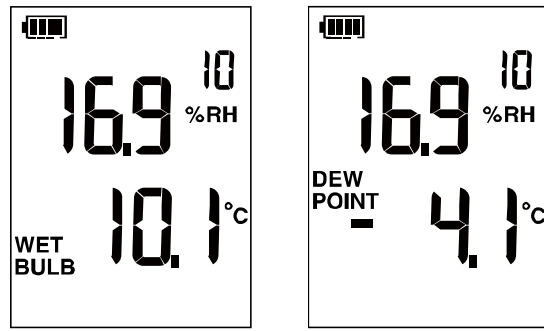

图 5. 湿球和露点温度
- **湿球温度**，同时显示湿球温度标识 **WET BULB**。如 图 5 中左图所示。
- **露点温度**，同时显示露点温度标识 **DEW POINT**。如 图 5 中右图所示。